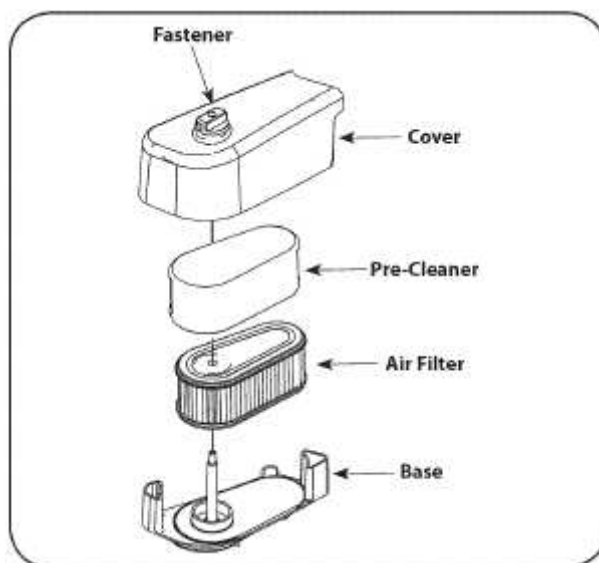

РИС. 13
1. Извлеките крепеж и крышку воздушного фильтра (см. Рис. 13).